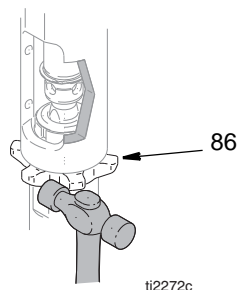

FIG. 9
5. (Fig. 9). Desatarraxe a contraporca (86). Desaperte a bomba (111).